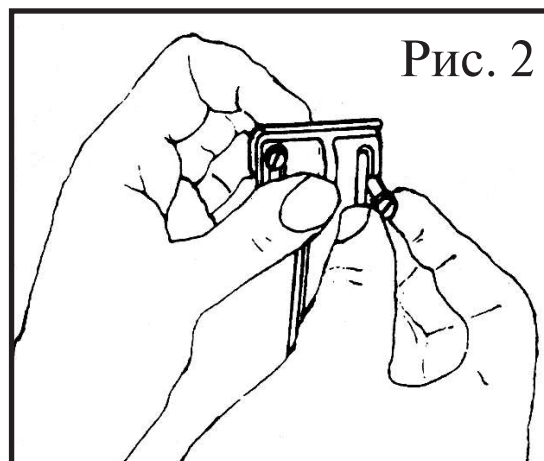
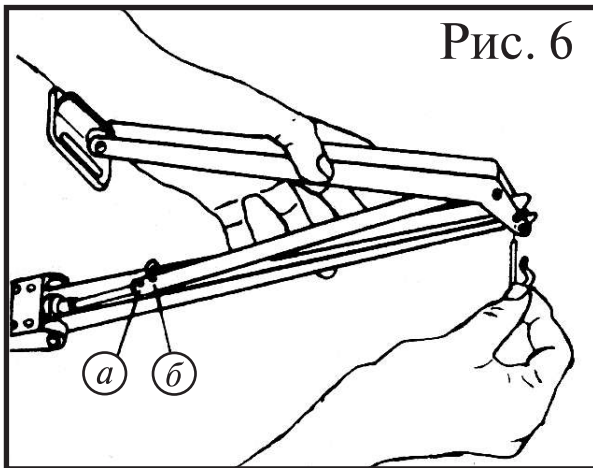

Рис. 2
Рис. 6
5. Если требуемое расстояние открытия форточки между 30 42 см., — вставьте Шплинт (5) в отверстие «б» в штоке, и Стоп-фиксатор (6) в Рычаг (7) (см. рис.6). Не вставляйте фиксатор (6) на свое место, если еще не вставлен Шплинт (5).
6. Теперь выкрутите Цилиндр (1) из Держателя цилиндра (2), но не вынимайте Цилиндр полностью. Шток (3) и Толкатель (4) оставьте собранными.
7. Шурупами прикрутите уголок (9) к раме теплицы (см. рис7). В деревянной теплице уголок прикручивается на шурупах прямо в раму. В алюминиевой теплице для закрепления используйте скобы (11), как на рис. 2.
8. Прикрутите уголок (10) к раме окна. окно должно быть в закрытом положении.
9. Откройте окно. Вкрутите Цилиндр (1) в Держатель цилиндра (2), приблизительно до середины своей резьбы. После освободите окно.